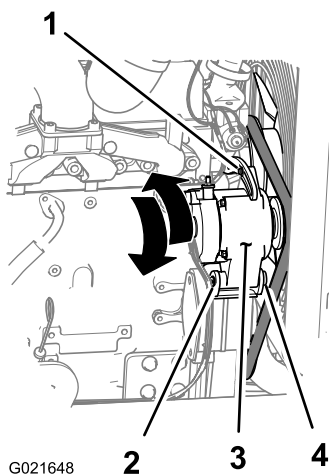

Рисунок 111
3. Ослабьте гайку и болт в шарнирном креплении генератора (Рисунок 111).
4. Ослабьте затяжку регулировочного болта на генераторе (Рисунок 111).
5. Отведите генератор в сторону от двигателя, чтобы увеличить натяжение ремня; подведите генератор ближе к двигателю, чтобы снизить натяжение ремня (Рисунок 111).
6. Затяните регулировочный болт генератора (Рисунок 111).
8. Если натяжение ремня правильное, затяните гайку и болт в шарнирном креплении генератора (Рисунок 111); в противном случае повторите действия, указанные в пунктах 4 – 7.